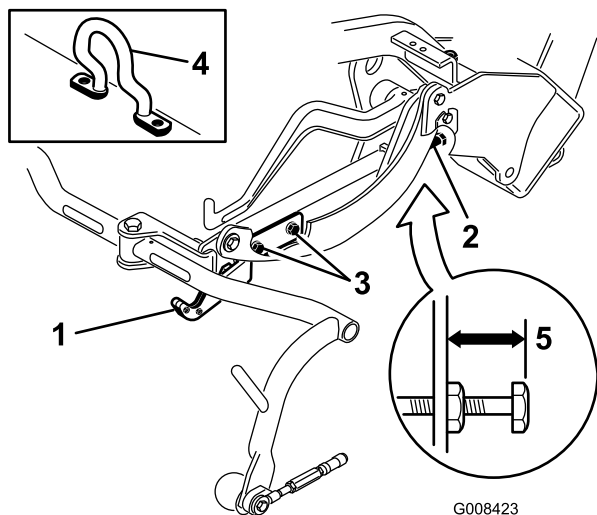
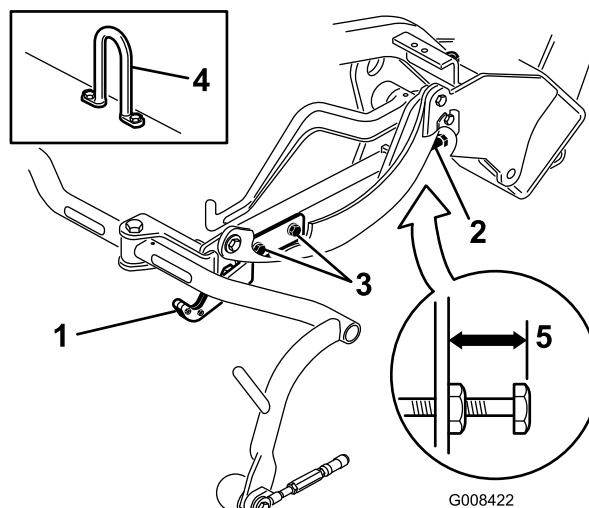
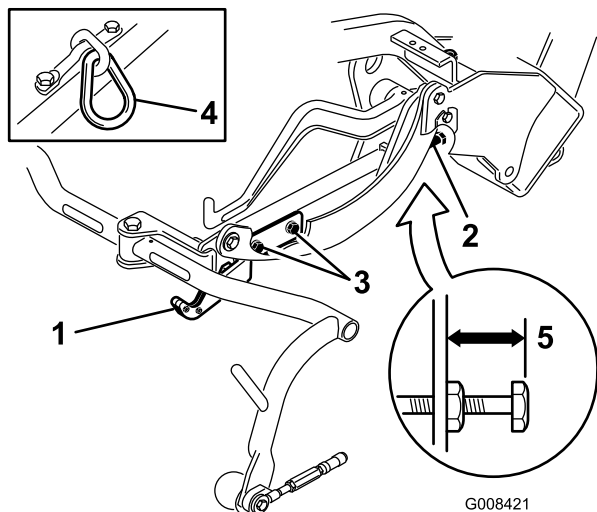

Bild 12
Bild 14
Bild 13
Prüfen Sie die Transporthöhe (Bild 13 und Bild 14) und stellen sie ggf. ein.
- An Mähwerken, die einen Versatzhubhaken haben (Bild 12, Einsatz) müssen Sie darauf achten, dass der Abstand von der Oberkante der Einstellschraube am Trägerrahmen bis zur Rückseite des Trägerrahmens 25 mm beträgt. Sollte der Abstand nicht 25 mm sein, gehen Sie auf Schritt 4.
3. An Mähwerken, die ein Kettenglied oder einen geraden Hubhaken haben (Bild 13 und Bild 14, Einsätze) müssen Sie darauf achten, dass der Abstand von der Oberkante der Einstellschraube am Trägersystem bis zur Rückseite des Trägersystems 22 mm beträgt. Sollte der Abstand nicht 22 mm sein, gehen Sie auf Schritt 4. Wenn das Mähwerk mit einem Versatzhublenker (Bild 12) ausgestattet ist, gehen Sie auf den nächsten Schritt.
4. Lockern Sie die Befestigungsschrauben an der Transportplatte (Bild 13, Bild 14 und Bild 12).
7. Wenn die Trägersysteme nicht dieselbe Höhe aufweisen, lösen Sie die Klemmmutter an der Einstellschraube des Trägersystems (Bild 12, Bild 13 und Bild 14). Drehen Sie die Schraube raus, um den Trägersystem anzuheben, oder drehen Sie die Schraube rein, um ihn abzusenken. Ziehen Sie die Klemmmutter fest, wenn Sie die richtige Höhe eingestellt haben.